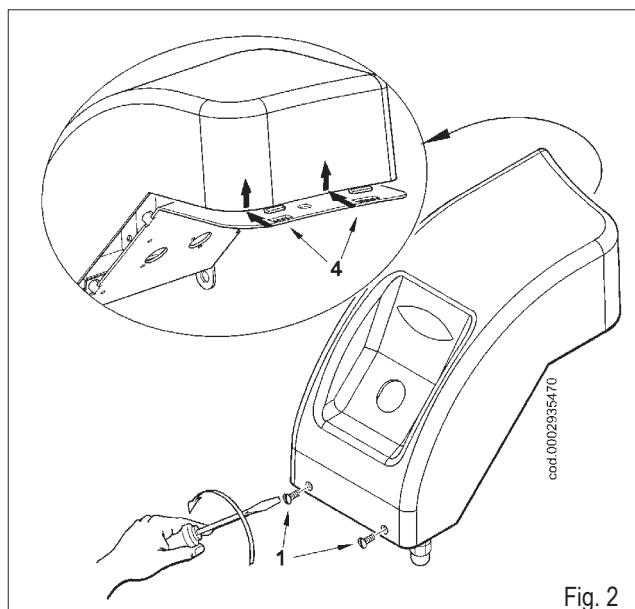

Fig. 2
- 3) Enlever à présent les 4 écrous (7) indiqués dans la figure 2, démonter le tuyau de flamme (8) des goussets correspondants, repositionner ce dernier avec la fixation taraudée de la rampe gaz tournée vers le haut.
- 2) Pour accéder aux éléments du tableau, dévisser les deux vis (1), repousser légèrement le couvercle pour les décrocher de la base de support (fig. 2) puis le soulever.